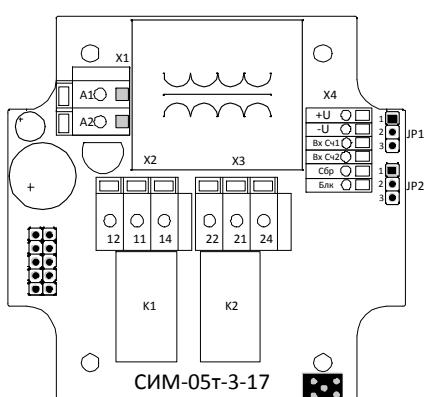
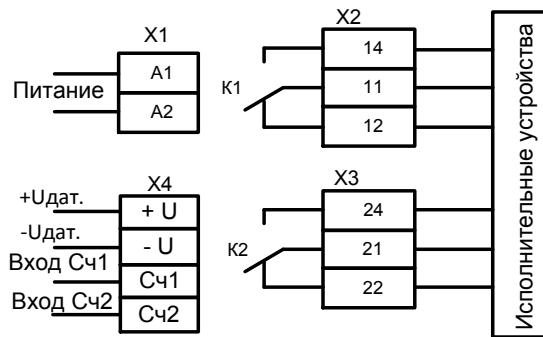

Рис. 2
Рис. 3
Аппаратное согласование входов счётчика к типу выхода датчика осуществляется с помощью перемычки, установленной между контактами джампера (JP). Джампер расположен на плате питания счётчика (см. рис. 2).
Схема подключения счётчика представлена на рис. 3. Для подключения счётчика необходимо снять крышку, отвинтив четыре винта, расположенных на лицевой панели счётчика. Пропустить провода через гермоводы и подключить к клеммам, расположенным на плате питания рис. 3. Для подключения проводов необходимо использовать отвёртку. При подключении или отключении провода необходимо снять ответную часть клеммы, отвёрткой раскрутить зажимы, подключить провода и установить клемму на место. Максимальное сечение провода 2.5мм2. Клеммы «+U» и «-U» разъёма X4 предназначены для подключения цепей питания датчиков. Рекомендуемая ширина зачистки изоляции проводов - 7мм. Обозначение разъёмов в соответствии со схемой подключения приведено на рис. 2.